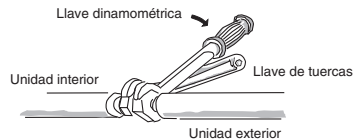

Fig. 5-6
- Cuando extraiga las tuercas abocardadas de las conexiones de las tuberías, o cuando las apriete después de haber conectado las tuberías, asegúrese de emplear 2 llaves de tuercas o llaves inglesas como se muestra. (Fig. 5-6)